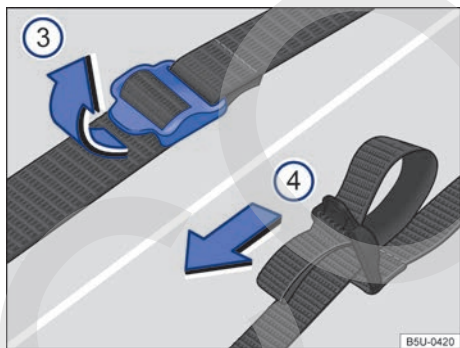

Fig. 140 Cintas de fijación de la bolsa de herramientas de a bordo.
- Tirar las hebilla de la cinta de fijación en el sentido de la flecha → fig. 140 ③.
- Tirar firmemente las cintas ① por las alzas en el sentido de la flecha → fig. 140 ④ para fijar la bolsa de herramientas de a bordo.